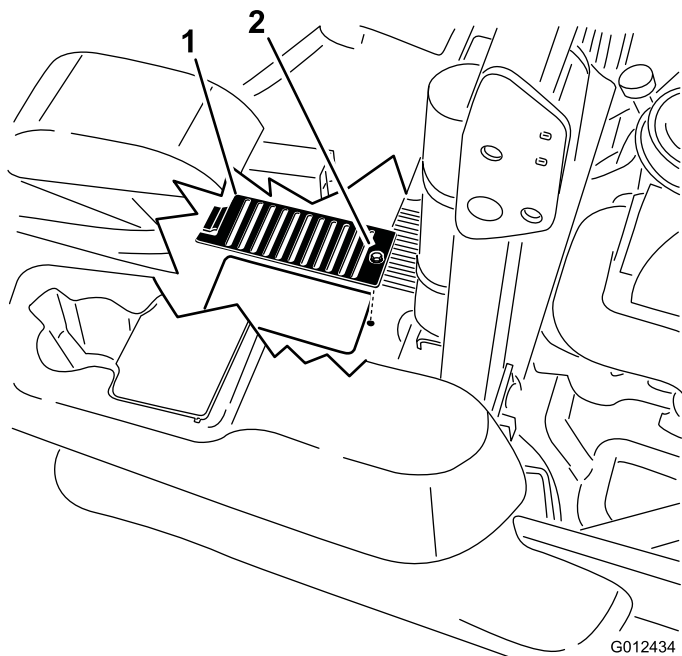

Bild 67
6. Entfernen Sie über jedem Peilstab die Abdeckung und die an der Abdeckung befestigte Schraube. Reinigen Sie den Bereich um jeden Ölpeilstab und jede Hydraulikanlage (Bild 67).